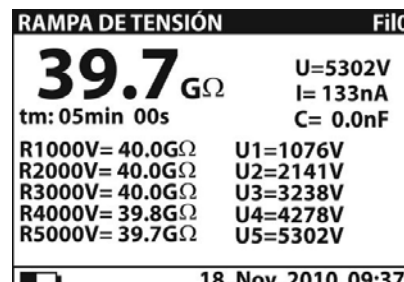
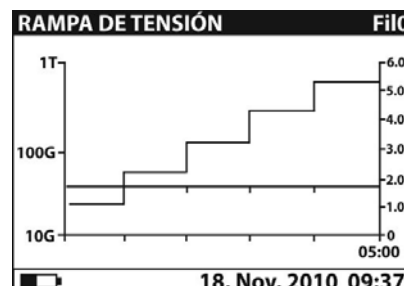

Fig. 39: Pantalla numérica valor medido
Fig. 41: Pantalla gráfica valor medido
6. Espere el tiempo del Temporizador configurado sobre la medida. El resultado de la prueba es presente en el visualizador (ver Fig. 39 o Fig. 41) con significado de la función mostrada en la Tabla 8